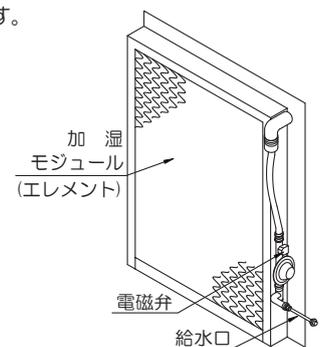

図2-16 水気化式加湿器
- ステンレス製の枠に加湿モジュール(エレメント)と散水パイプを組み、給水側には電磁弁を設置しています。(図2-16 参照)